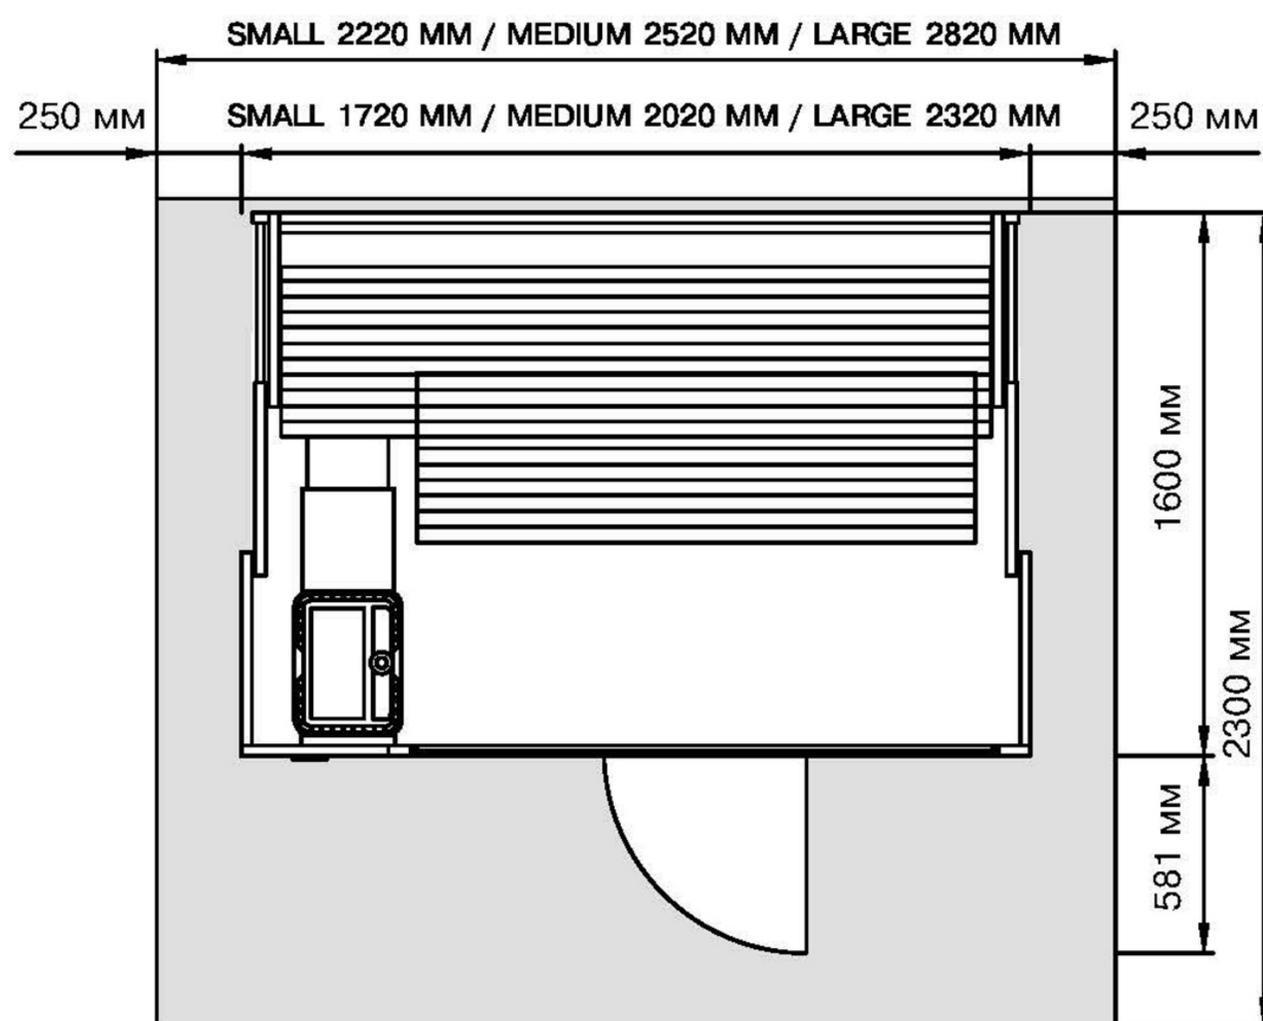

Рисунок 3
- Предельная нагрузка на пол 200 кг/м² [см. рис. 3].
- Стена должна быть пригодна для резьбовых соединений, допустимая нагрузка 500 Н или 50 кг [см. рис. 3].
- Поверхность стен должна быть вертикальной, т. е. стена должна примыкать к полу под прямым углом [см. рис. 3].
- Сауна S1 в области задней стенки крепится посредством резьбового соединения к стене помещения на высоте прим. 2.030 мм (203 см). В этой зоне не должно быть электрических кабелей, канализационных и водопроводных труб, линий газоснабжения и прочего оборудования, например вентиляционных каналов [см. рис. 3, 13].